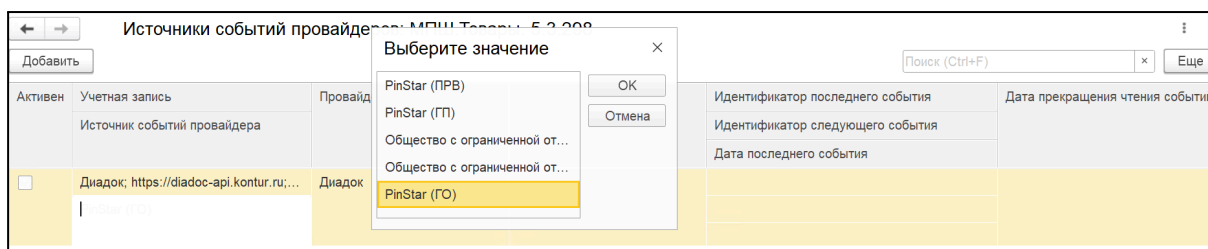

Рис. 78. Выбор организации для настройки учетной записи
2. В открывшемся окне выберите организацию, для которой настраивается учетная запись и нажмите «ОК» (рис. 78).